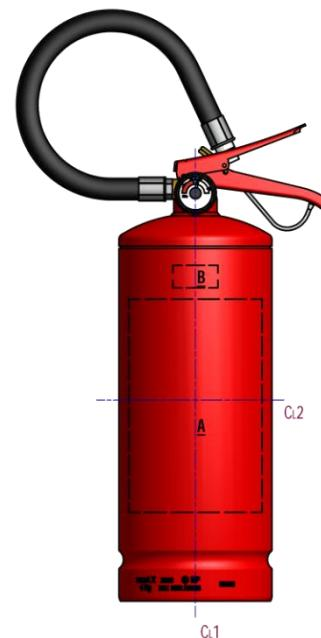

Figura 8 - Posicionamento do Quadro de Instruções
- Imaginariamente, crie uma linha de centro no sentido vertical extintor, tendo como base o indicador de pressão, conforme indicação "CL1" da Figura 8.
- Novamente, crie outra linha de centro imaginária no sentido horizontal do recipiente do extintor, desconsiderando os frisos, conforme indicação “C12” da Figura 8.
- O selo de identificação da conformidade do INMETRO deverá ficar centralizado com a linha de centro vertical (“C11”), logo acima do quadro de instruções, conforme retângulo tracejado com indicação “B” da Figura 8.